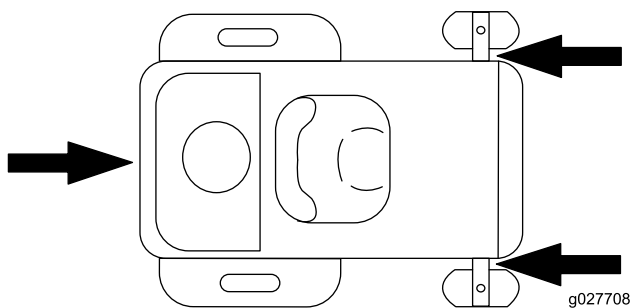

Figura 19
5. Ancorate la macchina vicino alle ruote orientabili anteriori e al paraurti posteriore (Figura 19).